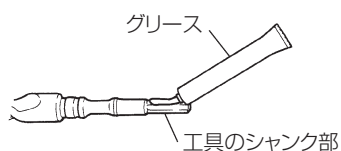

図 3
- (1) 工具のシャंक部をきれいにふき、グリースまたは機械油を塗布します。（図3）